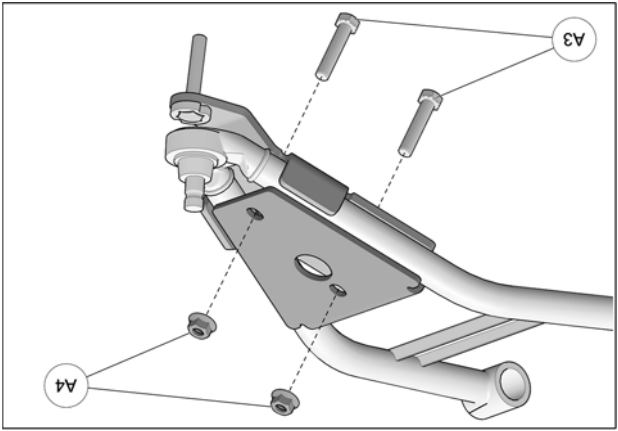

Fig. 12
6. Insérer les boulons M10x50mm (A3) par le dessous de l'ancrage. Assembler les deux parties avec les écrous (A4) fournis. Serrer l'assemblage à un couple de 50 N•m [37 lb•pi]. Voir la Fig. 12